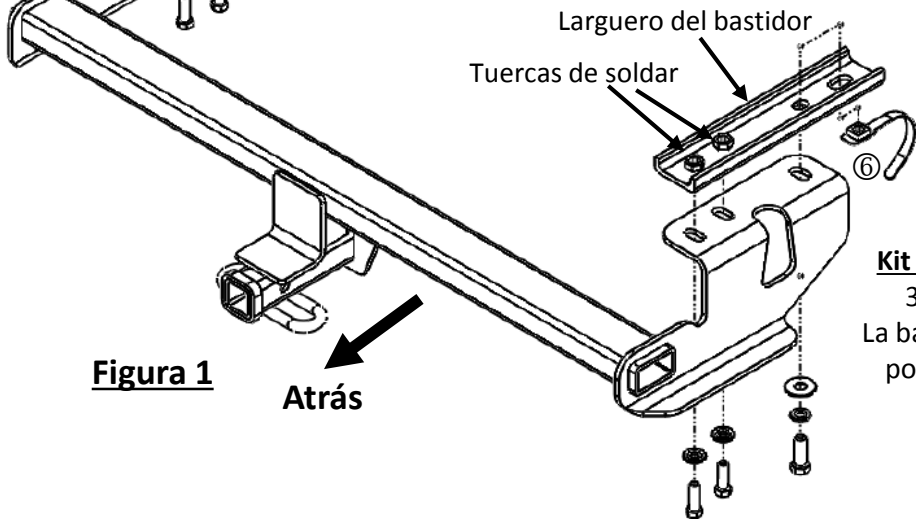

Figura 1
- Instalar los fijadores:** Instalar los fijadores suministrados como se muestra en la figura 1. Las piezas ① y ② se instalarán en las tuercas de soldar existentes. La pieza ⑥ se formará e insertará en el orificio de acceso, al orificio de fijación e instalar las piezas ③ ④ y ⑤.
5. **Instalar los fijadores:** Instalar los fijadores suministrados como se muestra en la figura 1. Las piezas ① y ② se instalarán en las tuercas de soldar existentes. La pieza ③ se formará e insertará en el orificio de acceso, al orificio de fijación e instalar las piezas ④ y ⑤.